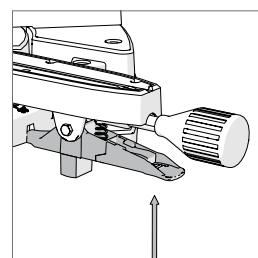

図30
- 角度ストッパレバーを引き上げて、角度ストッパを解除します。(図30)